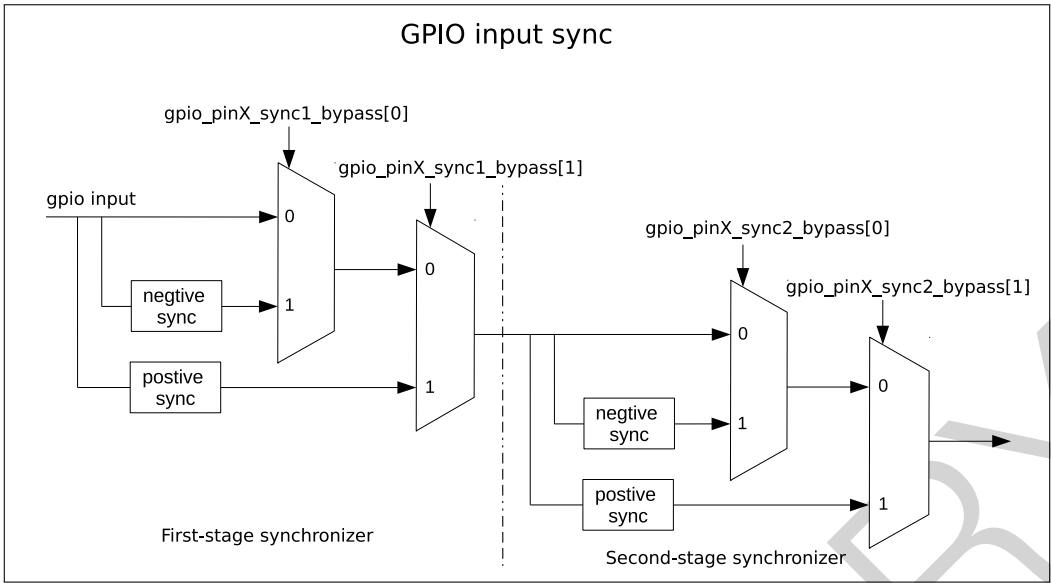

图 3-3. GPIO 输入经 APB 时钟上升沿或下降沿同步
GPIO SYNC 模块的功能如图 3-3 所示。其中，negative sync 表示 GPIO 输入信号经 APB 时钟的下降沿同步，positive sync 表示 GPIO 输入信号经 APB 时钟上升沿同步。
- 如图 3-3 所示，配置 `GPIO_PIN x _SYNC1_BYPASS` 使能输入信号第一拍为上升沿或下降沿同步；
- 如图 3-3 所示，配置 `GPIO_PIN x _SYNC2_BYPASS` 使能输入信号第二拍为上升沿或下降沿同步。